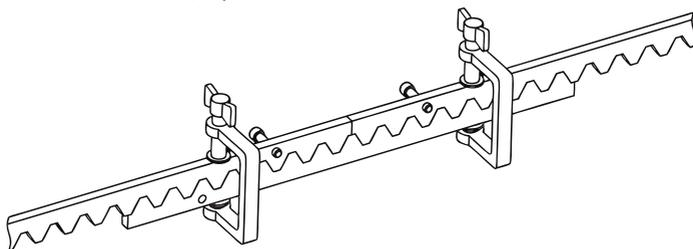

Рисунок 6. Позиционирование реек
- Поместите горизонтально предварительно собранную вторую секцию рейки встык с первой, используя дополнительную секцию рейки (Рисунок 6). При совмещении реек исключите возможность в зоне переходов каких-либо смещений с тем, чтобы обеспечить плавный ход ворот.